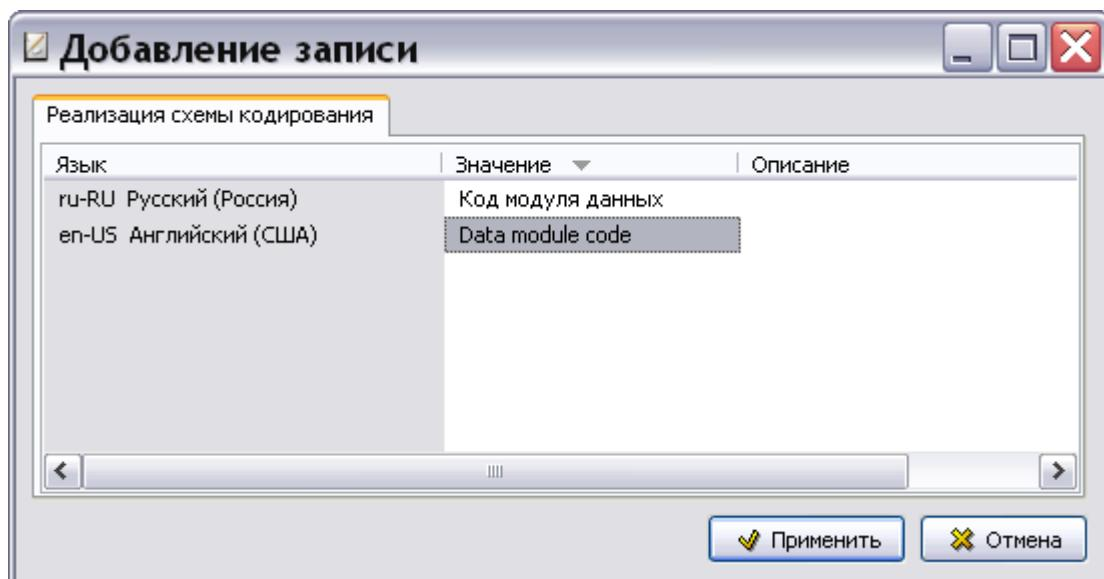

Рис. 2.5
3. В окне **Добавление записи** на вкладке **Реализация схемы кодирования** введите значение и описание схемы кодирования для всех языков, заданных в шаблоне проекта (Рис. 2.5).